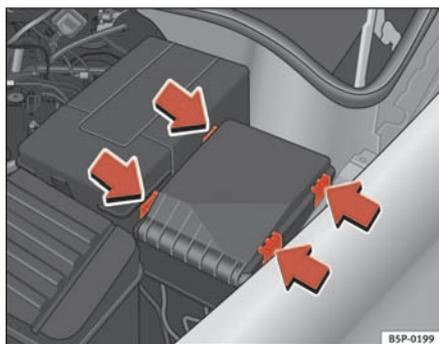

Fig. 178 Tapa de la caja de fusibles en el compartimento motor
- Retire la tapa de fusibles del compartimento del motor haciendo presión sobre las lengüetas hacia el centro de la tapa ⇒ fig. 178.